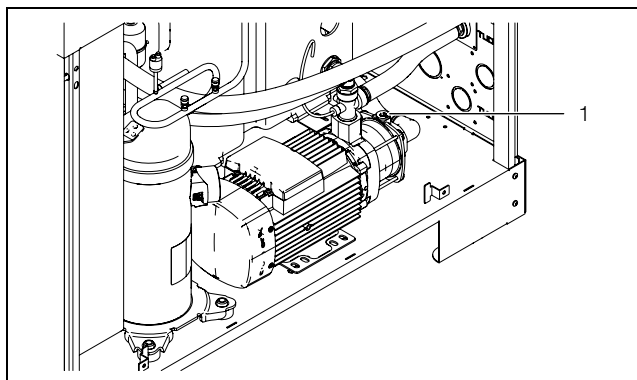

Fig. 13 : purger la pompe à eau
- Purger la pompe d'agent de refroidissement (à l'arrêt) en desserrant légèrement la vis de purge (fig. 13, pos. 1).